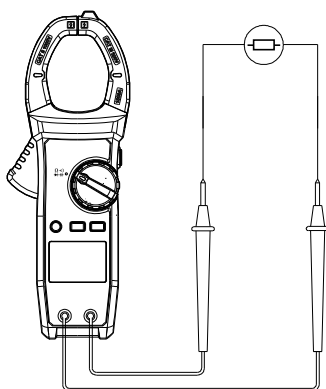

Рис.7 Проверка целостности
2) Установите переключатель на «•|•») и подсоедините щупы тестовых проводов к проверяемому элементу цепи (см. рис. 7). При значении сопротивления элемента цепи <30 Ом, цепь считается целостной, будет звучать непрерывный звуковой сигнал. Если сопротивление между контактами превышает 50 Ом, то звуковой сигнал отсутствует.